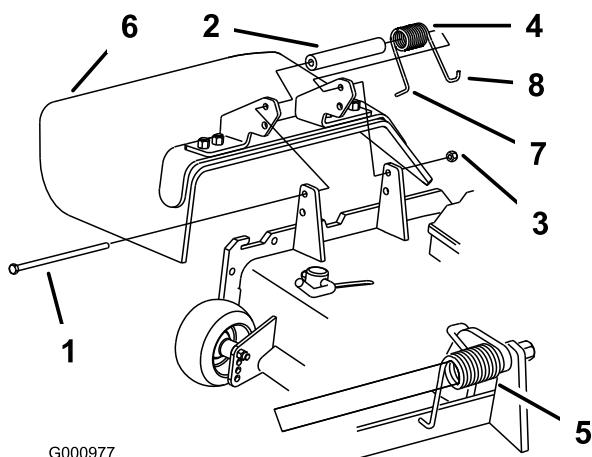

Figura 92
1. Togliete il dado di bloccaggio, il bullone, la molla e il distanziale che fissano il deflettore alle staffe orientabili del tosaerba (Figura 92). Togliete il deflettore di sfalcio se è danneggiato o consumato.
Nota: Verificate che l'estremità L della molla si trovi dietro il bordo del piatto di taglio prima di montare il bullone, come illustrato nella Figura 92.
3. Montate il bullone e il dado. Infilate l'estremità a gancio J della molla attorno al deflettore di sfalcio (Figura 92).